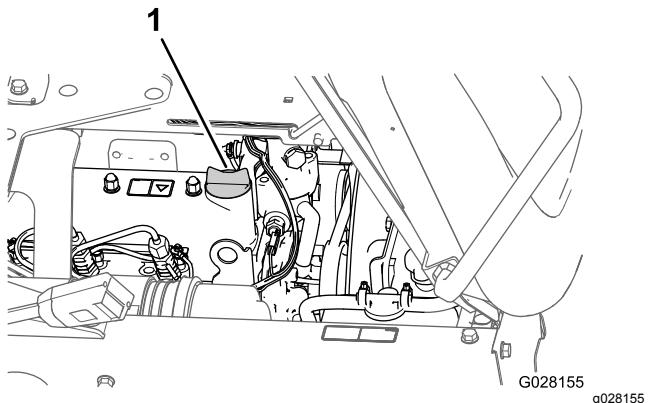

Figure 71
- Si le niveau est trop bas, enlevez le bouchon de remplissage du couvre-culasse et versez la quantité d'huile nécessaire dans le goulot de remplissage pour faire monter le niveau jusqu'au repère maximum sur la jauge (Figure 71).